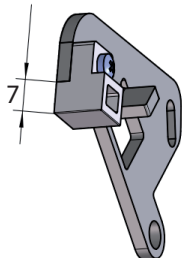

Abbildung 1
- 3-5 mm: Abdeckkappe nach Abbildung 1 montieren (180° gedreht in Bezug auf Auslieferzustand)